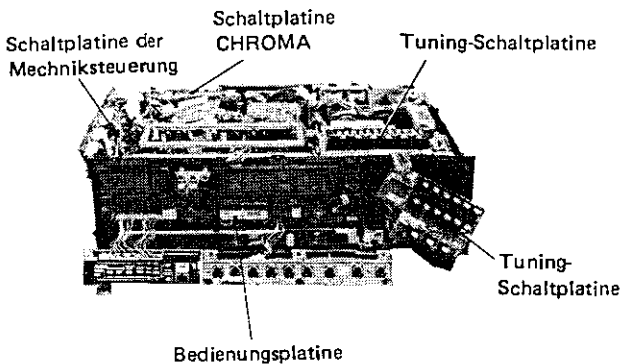

Abb. 5
2. Lösen Sie die beiden Halterungen der Schaltplatine entsprechend Abb. 5 und heben Sie die Platine ein wenig an.